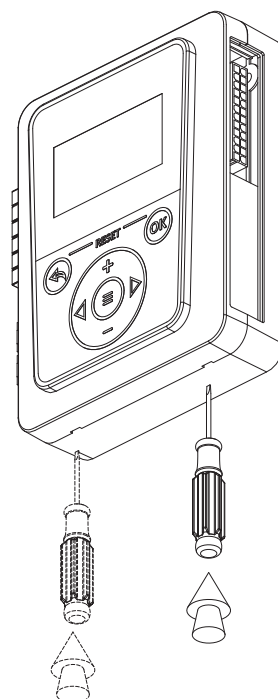

Рис.12 Демонтаж лицевой панели
2. снимите лицевую панель контроллера, ослабив защелки с помощью отвертки **(Рис.12)**;